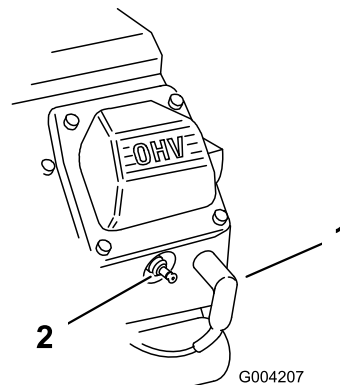

Figura 38
3. Staccate il cappellotto dalle candele (Figura 38).
3. Collegate i cappellotti alle candele (Figura 38).